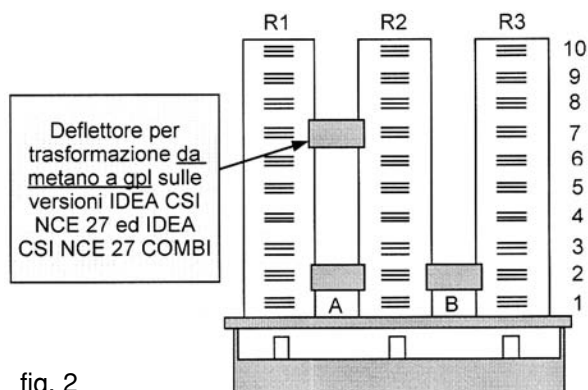

fig. 2
- Mettere il deflettore di interaccensione a corredo del kit tra la 1^a e 2^a rampa in corrispondenza della 7^a serie di fori uscita gas partendo dalla placca di fissaggio al corpo in ghisa (solo versione 27); (fig. 2)
- rimontare il coperchio del bruciatore (27) curando di montare correttamente i due passatubi (30 - 31).
- Togliere il deflettore di interaccensione tra la prima e la seconda rampa (fig. 2);